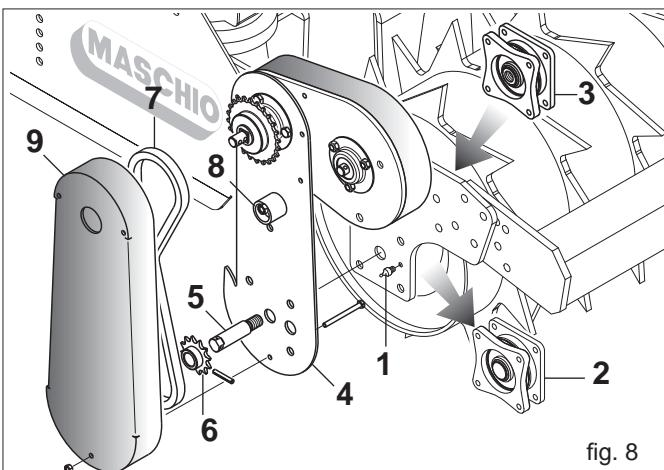

fig. 8
- 1) Enlever les quatre vis de fixation pour enlever le graisseur (1 Fig. 8) et le roulement bridé (2) installé sur le côté gauche du rouleau.
- 3) Monter les pièces (3) et (4) (Fig. 8) sur le flanc du rouleau avec les quatre vis de fixation.
- 4) Visser l'axe (5) sur le roulement bridé (3).
- 6) Monter la chaîne de transmission (7) et la tendre à l'aide du tendeur de chaîne prévu à cet effet (8).
- 7) Protéger le groupe de transmission à l'aide du carter prévu à cet effet (9).
La quantité de contrepoids à appliquer selon le résultat de la formule correspond à la quantité minimale nécessaire pour la circulation routière. Si, pour des raisons de performance du tracteur ou pour améliorer l'assiette du semoir en fonctionnement, il est nécessaire d'augmenter cette valeur, consulter le livret du tracteur pour en vérifier les limites. Si la formule pour le calcul du contrepoids donne un résultat négatif, il n'est pas nécessaire d'appliquer un poids supplémentaire. Il est toutefois possible, toujours dans le respect des limites du tracteur, d'appliquer une quantité adéquate de poids, afin de garantir une plus grande stabilité pendant la marche. Les symboles ont la signification suivante: (pour référence voir Fig. 8).